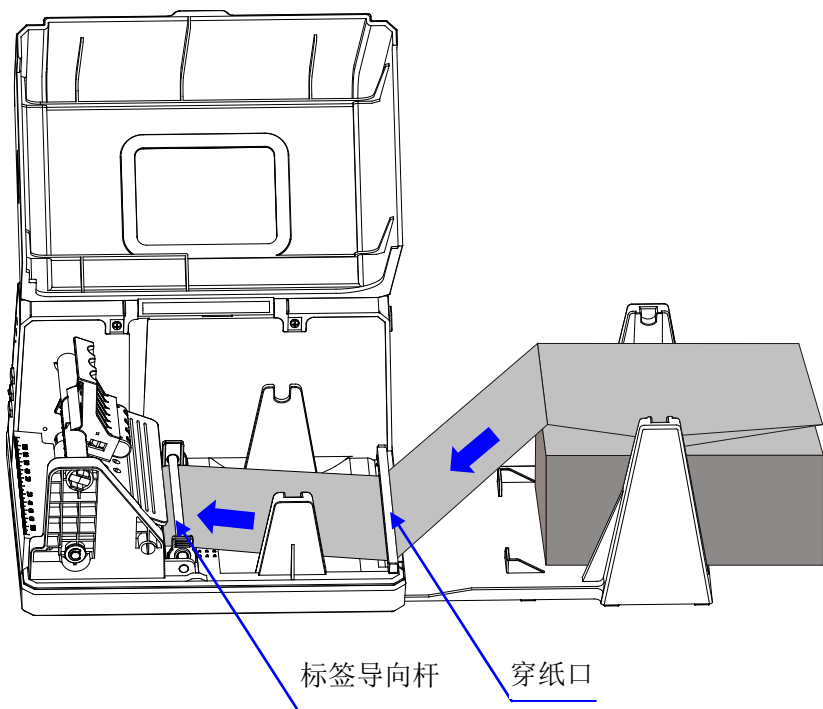

图 5-14
4. 将折叠标签依次从打印机背部的穿纸口和标签导向杆下方穿过 (图 5-14);